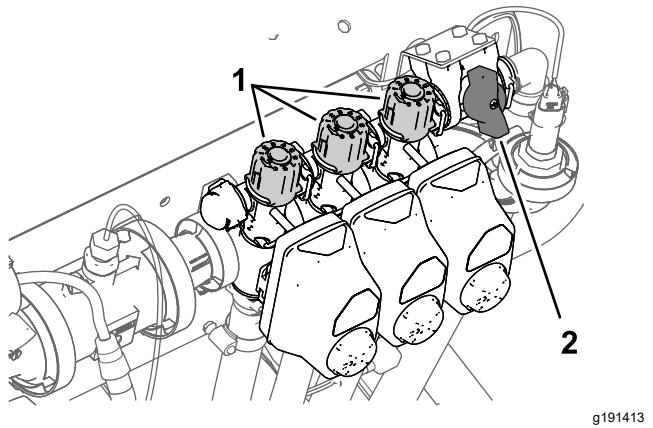

図 32
2. 左ブームをOFF にし、ブームバイパスノブ 図 32 を使って、先ほどと同じ水圧表で求めた水圧に調整する。
4. 右ブームのブームバイパスノブ 図 32 を使って、先ほどと同じ水圧表で求めた水圧に調整する。
6. 中央ブームのブームバイパスノブ 図 32 を使って、先ほどと同じ水圧表で求めた水圧に調整する。